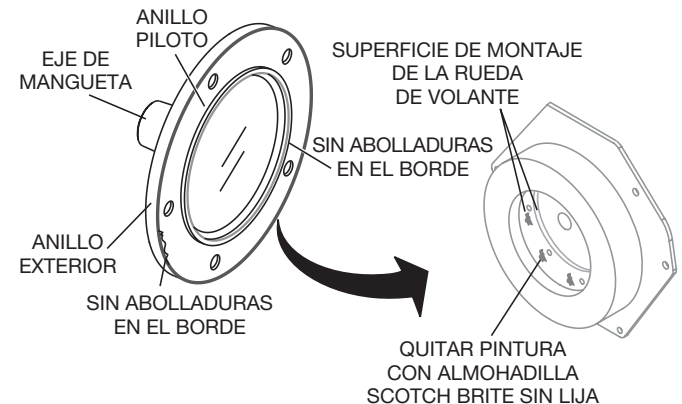

Figura 10. Superficie de montaje de la rueda volante
1. Saque la pintura de la superficie de montaje de la rueda volante con una almohadilla Scotch-Brite (sin lija). Consulte la Figura 10.
2. Asegúrese de que no haya abolladuras en los bordes del anillo piloto del eje de mangueta y en anillo exterior (vea la Figura 10). Use una piedra abrasiva plana para quitar rebabas de alrededor de cualquier abolladura.